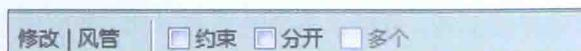

图1-9
- 移动：用于将选定的图元移动到当前视图中指定的位置。单击“移动”按钮，选项栏如图 1-9 所示。